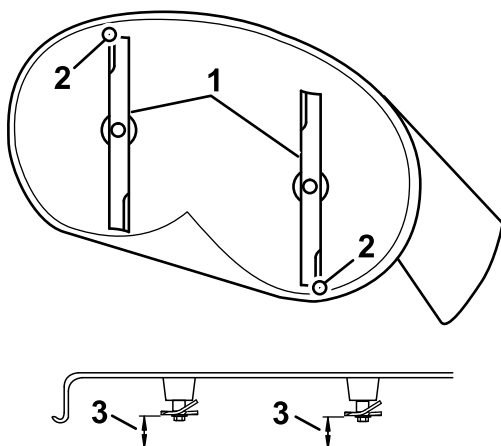

Figura 66
4. Girate con cautela le lame in modo che siano disposte longitudinalmente (Figura 66).
5. Misurate il valore dalla punta della lama anteriore e dalla punta della lama posteriore alla superficie piana (Figura 66 o Figura 67).